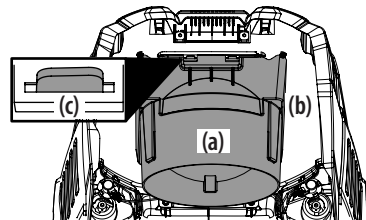

Figure 10
1. Insérez les pattes arrière (c). Voir Figure 10.